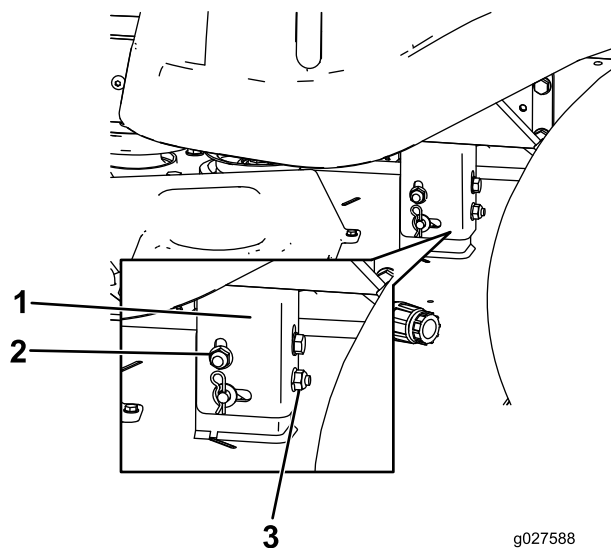

図 70
8. 後部ナットを回転させてデッキの左側の高さを調整する 図 70。
**注** 後部ナットを右に回すとデッキが上昇し、左へ回すと下降します 図 70。